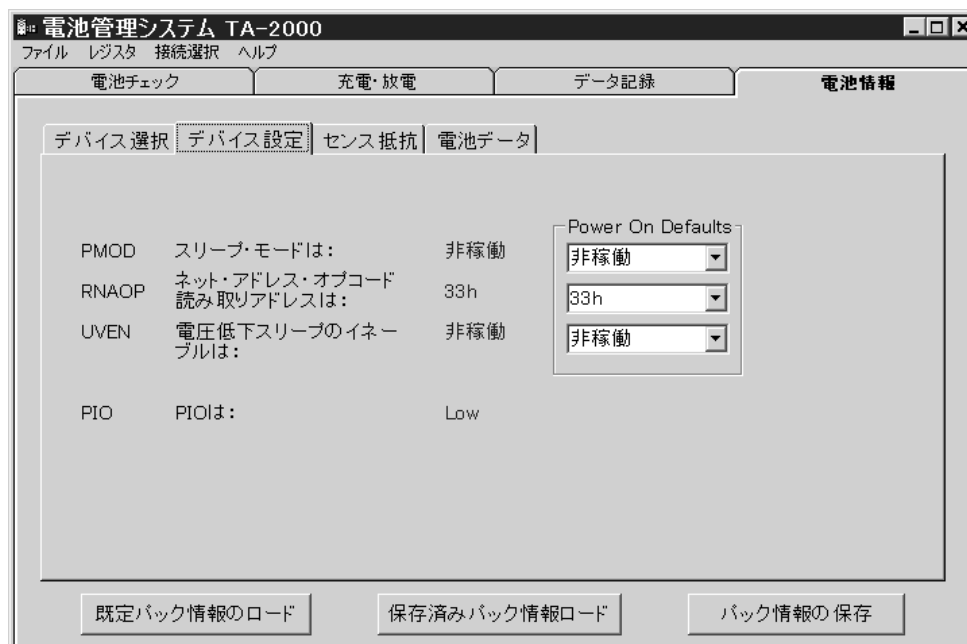

図 11 . デバイス設定画面
- 「デバイス設定」のサブタブをクリックすると、図 11 が表示されます。「Power On Defaults」という 3 つの設定が出来る選択メニューがありますが、この設定を変えないでください。PMOD (パワーモード) はスリープにならないように、ネットアドレスオブコードの読み取りアドレスは 33h に、UVEN (電圧低下イネーブル) はイネーブルに設定しています。プログラム機能を使用しませんので、PIO (プログラム I/O) ビットはローになっています。ここでも「既定パック情報のロード」、「保存済みパック情報ロード」、「パック情報の保存」、「データ読み込み」及び「データ書き込み」は使用しません。